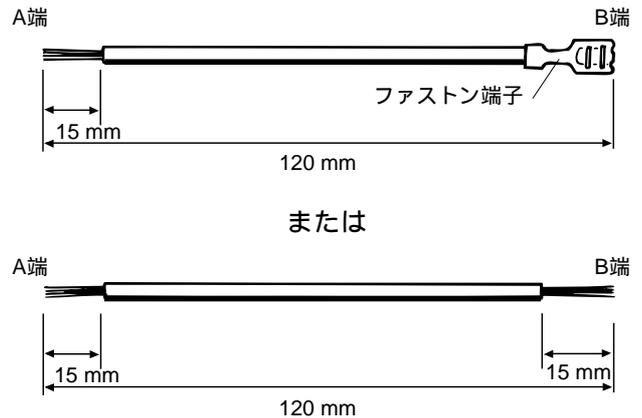

図7
5. 図7に示すいずれかの線材を2本準備(現地調達)し先端を処理する。